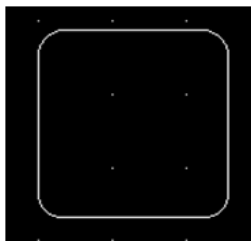

Рис. 40. Прямоугольник с сопряжением
2) Построим прямоугольник с сопряжением. Вместо фаски выбираем параметр *Сопряжение*, указываем размеры. Продолжим построение как при построении фаски. Получим прямоугольник с сопряжением (рис. 40).